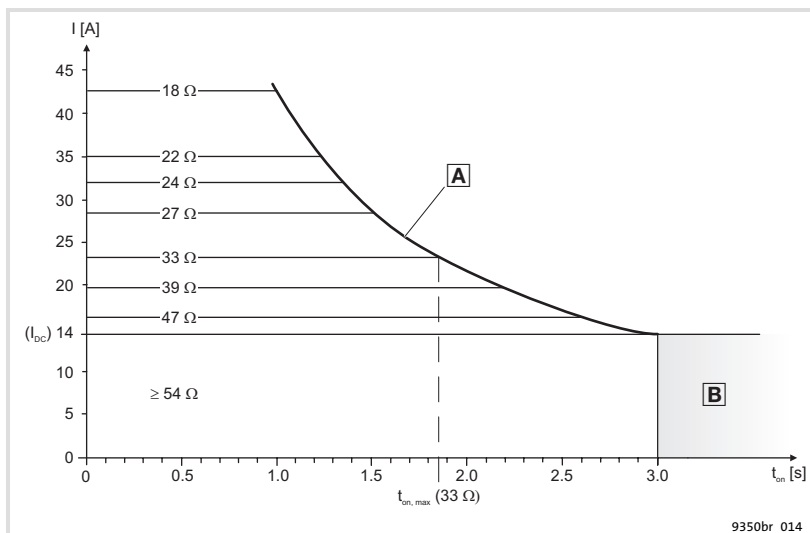

Fig. 1 Tempi di inserzione max. per chopper di frenatura EMB 9352 e resistenze di frenatura esterne
- $t_{on} + t_{off} = 3 \text{ s}$ (Fig. 1).